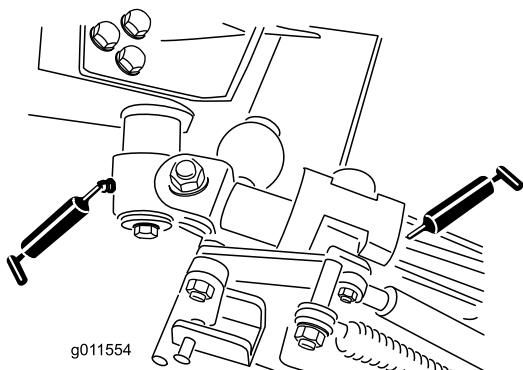

Figura 45
- Dois casquinhos da articulação da alavancaria (Figura 45)
- Quatro casquinhos do braço traseiro (Figura 45)